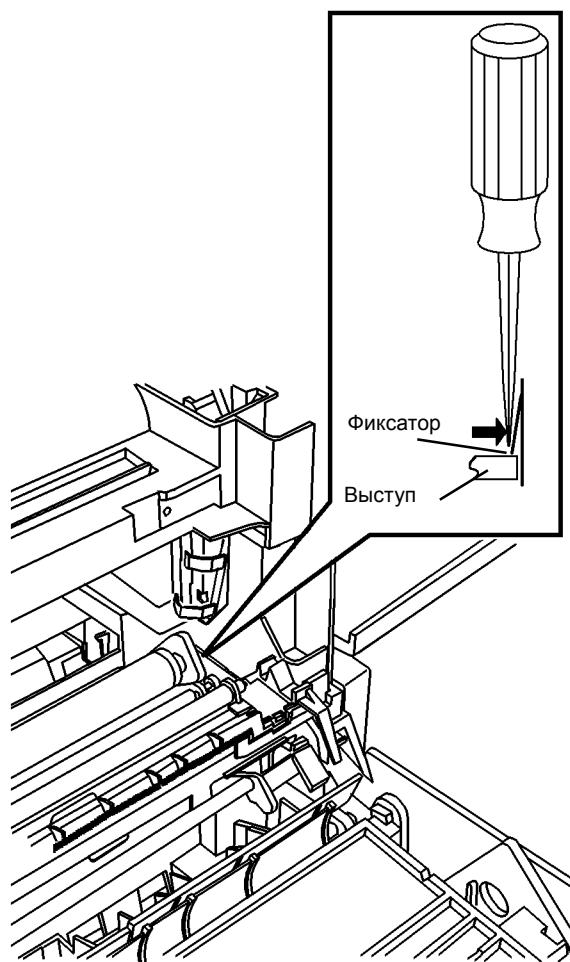

Рисунок 3 Снятие узла регистрации
2. Снимите узел регистрации (Рисунок 3).